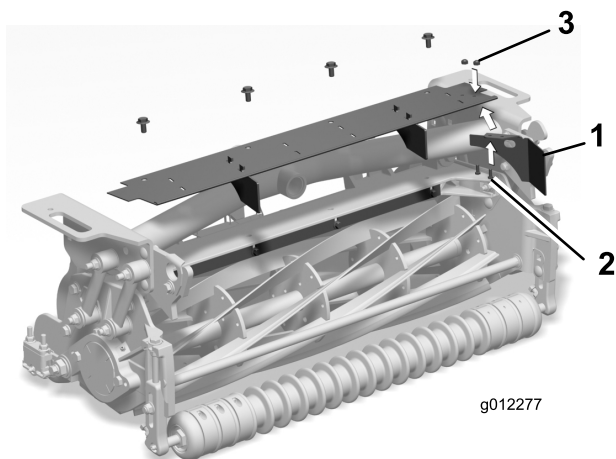

図 10
2. ねじ10-24 x  $\frac{1}{2}$  インチ2本とナット10-24を使って、新しいデフレクタをシールドの左端に 図 10 のように取り付ける。